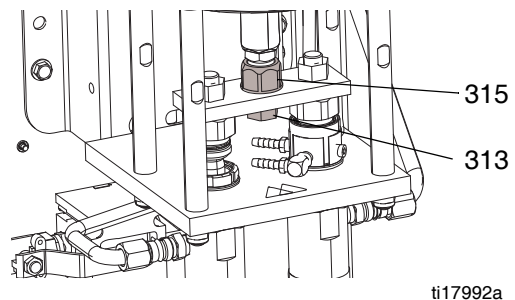

FIG. 1
7. Utilizzare una chiave per tenere in posizione l'asta del pistone e rimuovere l'adattatore (315) con un'altra chiave. Vedere FIG. 1, pagina 26.
1. Applicare il frenafili blu di media resistenza sull'adattatore (315). Utilizzare una chiave per tenere in posizione l'asta del pistone e installare l'adattatore (315) con un'altra chiave. Serrare alla coppia di 43-51 N•m (32-38 piedi per libbra). Vedere FIG. 1.